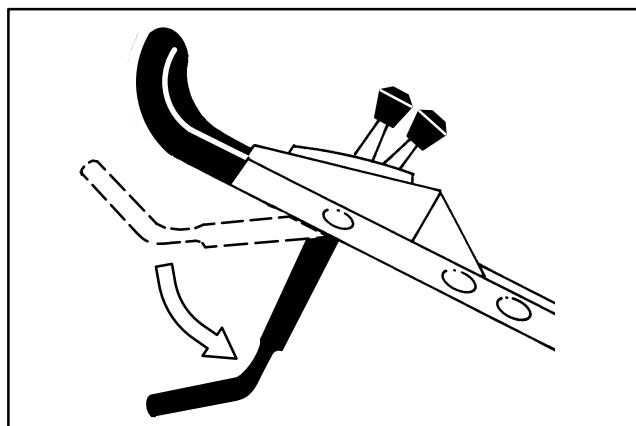

Figure 16
7. Abaisser la barre de commande dans la position la plus basse (Fig. 16).